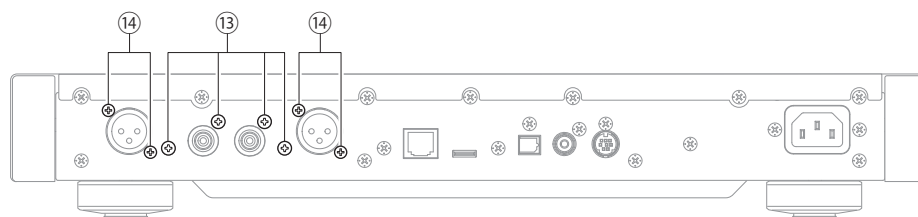

Fig. 5
- Remove 4 screws (13) and 4 screws (14). (Fig. 5)
- 13 のネジ 4 本、14 のネジ 4 本を外します。(Fig. 5)